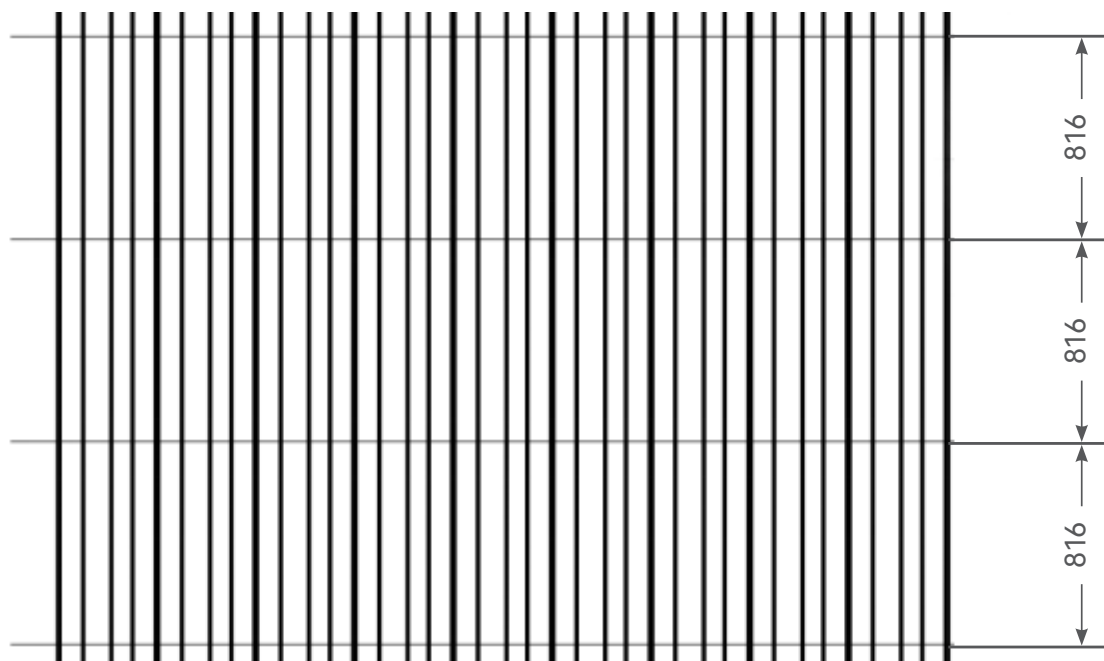

FIGURE 2
① Marquer la position de Galaxy et des crochets à l'aide d'une ligne d'arrêt, la ligne centrale de chaque rangée de crochets est distante de $816 \pm 2\text{mm}$, noter que la ligne d'arrêt est perpendiculaire aux crêtes de la tuile en acier de couleur (Figure 2).